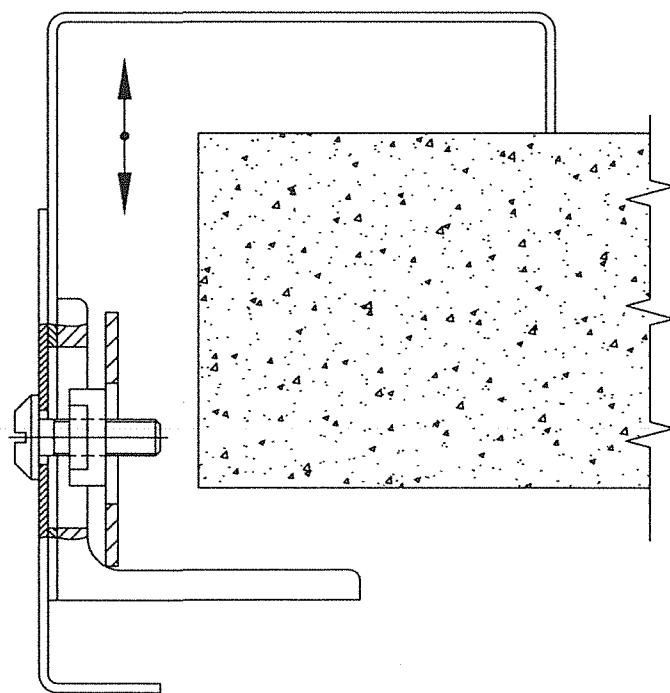

Рисунок 19 – Установка боковых обрамлений обычных дверей
- со стороны посадочной площадки (с лицевой стороны двери) между обрамлением и стойкой до упора вставить боковое обрамление (рисунок 19);